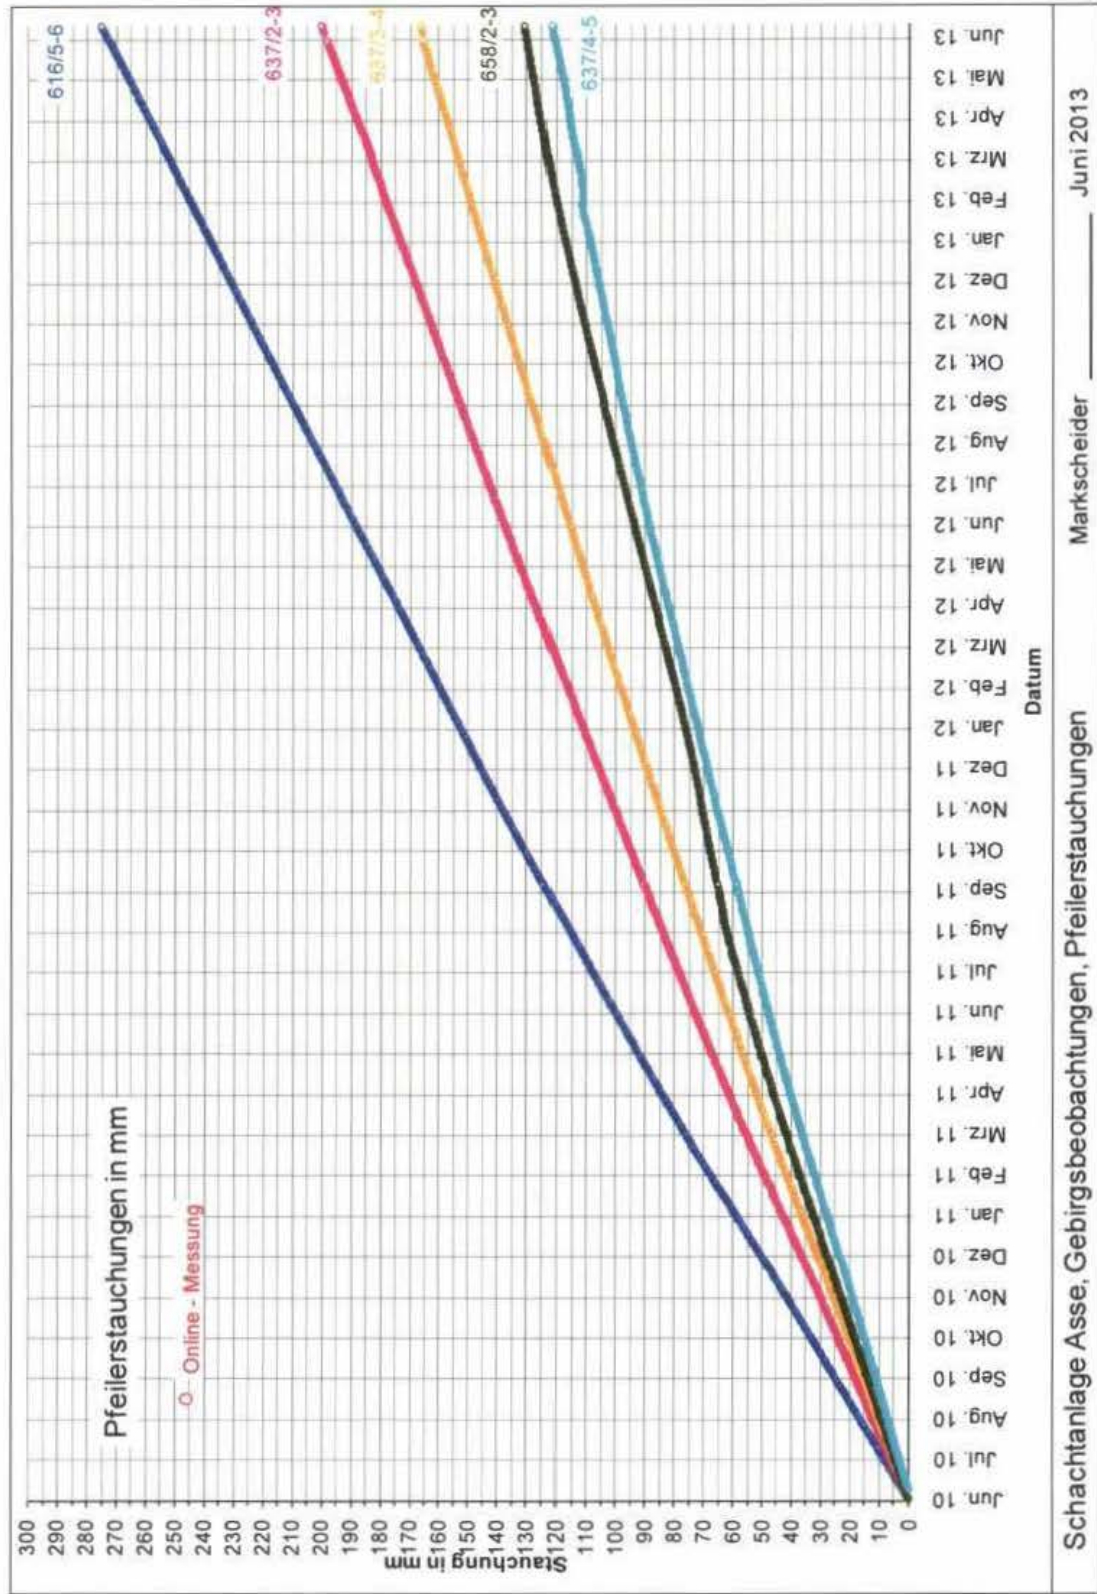

Abbildung 5c: Elektronische Messwerte der Extensometer auf der 616- bis 658-m-Sohle
- Abbildung 5c: Elektronische Messwerte der Extensometer auf der 616- bis 658-m-Sohle